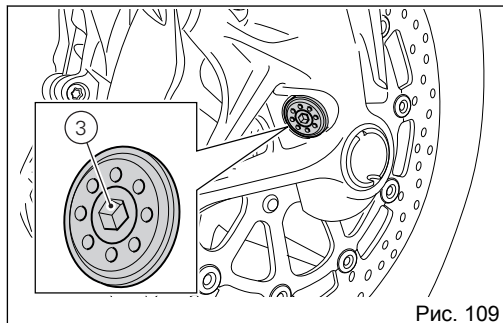

Рис. 109
- 3) изменения преднатяга внутренних пружин (3, Рис. 109);
Чтобы изменить преднатяг внутренней пружины пера, посредством шестигранника поверните по часовой стрелке винт с шестигранной головкой (3, Рис. 109), начиная с полностью отвернутого положения.